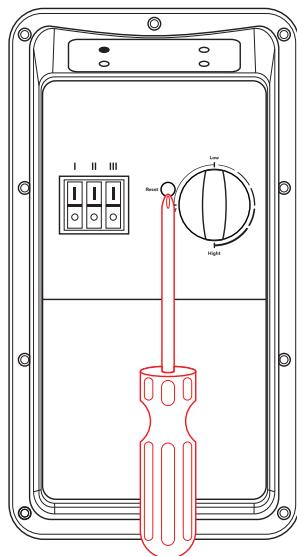

Рис. 3
При повышении температуры воды выше значения +90°C срабатывает термовыключатель, экстренного отключения ТЭНа. Для возврата прибора в рабочее состояние необходимо нажать до щелчка кнопку термовыключателя (Рис. 3).
Рестарт ограничителя температуры: после срабатывания защиты от перегрева сначала выключите питание, затем сдвиньте сдвижную крышку блока управления вверх, вставьте отвертку (диаметр головки > 0,6 мм) в отверстие RESET, как показано на Рис. 3, нажмите до щелчка для возврата пружины термоограничителя.
2. Водонагреватель оснащен термовыключателем, который прекратит подачу электроэнергии к ТЭНу, при перегреве воды. Если водонагреватель включен в сеть, но не происходит нагрев воды и не горит индикатор подключения к электросети, значит отключился или не был включен термовыключатель. Для возврата водонагревателя в рабочее состояние необходимо: отключить питание от электроводонагревателя и в отверстие RESET, как показано на Рис. 3., нажмите до щелчка для возврата пружины термоограничителя.